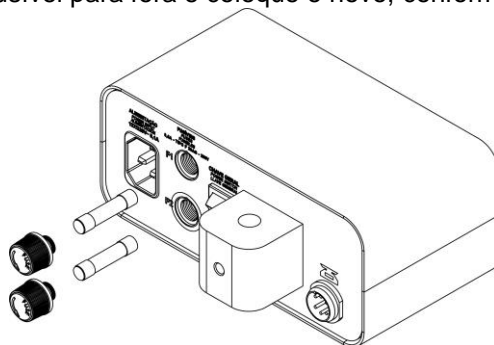

Figura 98 – Fusível 0,6 A Tipo F – 20 AG
- Desenrosque a tampa, retire o fusível para fora e coloque o novo, conforme a figura 98.